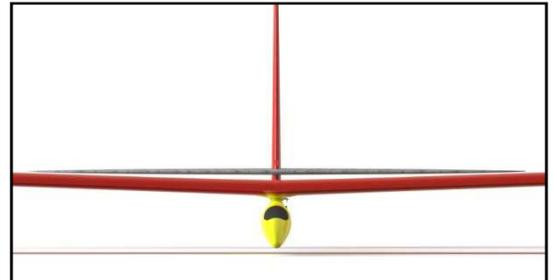

Рис.6 – Отсутствие перекоса на модели
3.5. Выровнять стабилизатор относительно центроплана, чтобы не было перекоса. И зафиксировать малярной лентой (Рис.6)